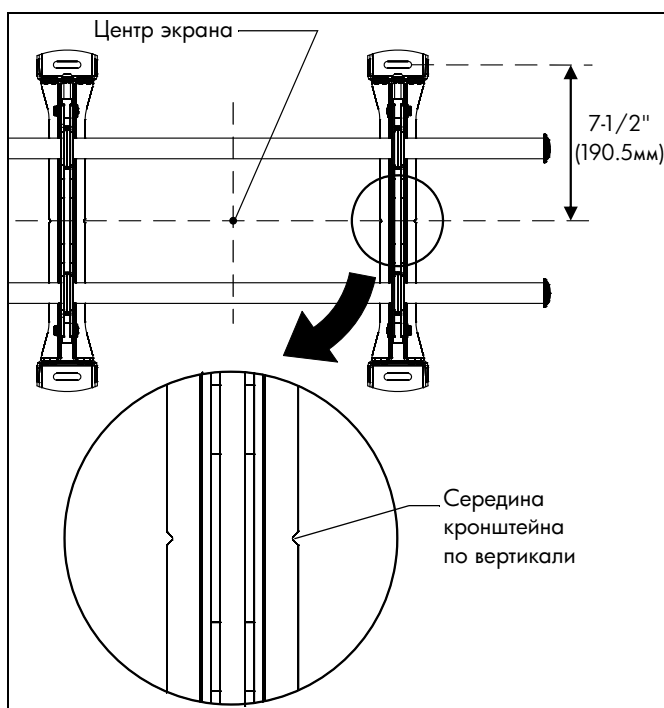

рис. 1
3. Совместите прорезы на креплении (R) с отметкой середины экрана, чтобы определить середину по вертикали. (См. рис. 1)
2. Совместите прорезы на креплении (R) с отметкой середины экрана, чтобы определить середину по вертикали. (См. рис. 1)
3. Отмерьте (190,5мм) 7-1/2" вверх от средней линии и отметьте место верхнего монтажного отверстия. (См. рис. 1)